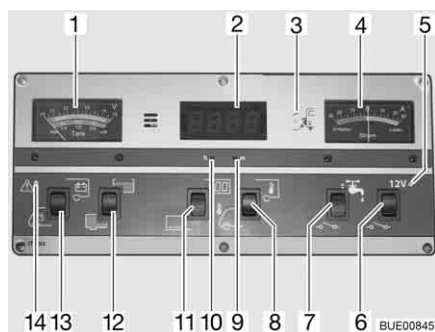

Fig. 162 Pannello di controllo IT 994
Per l'indicatore volt/serbatoio (Fig. 162,1) leggere la scala superiore. L'indicatore si illumina automaticamente appena viene premuto un interruttore.
- Premere l'interruttore a bilico (Fig. 162,13) in basso: Viene indicata la tensione della batteria di avviamento.
- Premere l'interruttore a bilico (Fig. 162,13) in alto: Viene indicata la tensione della batteria dell'abitacolo.
Per l'indicatore volt/serbatoio (Fig. 162,1) leggere la scala inferiore. L'indicatore si illumina automaticamente appena viene premuto un interruttore.
- Premere l'interruttore a bilico (Fig. 162,12) in alto: Viene indicato il livello del serbatoio dell'acqua.
- Premere l'interruttore a bilico (Fig. 162,12) in basso: Viene indicato il livello del serbatoio delle acque grigie.
La spia luminosa rossa ALARM (Fig. 162,14) inizia a lampeggiare non appena la tensione della batteria dell'abitacolo scende al di sotto di 11 V (misurazione durante il normale esercizio) con conseguente rischio che la batteria si scarichi troppo.
- Premere l'interruttore a bilico (Fig. 162,11) in alto: L'indicatore dell'orologio digitale si accende. L'indicatore per la temperatura è pronto al funzionamento.
- Premere l'interruttore a bilico (Fig. 162,11) in basso: L'indicatore dell'orologio digitale e l'indicatore di temperatura sono spenti.
- Premere con un oggetto sottile, p. es. con la punta di una matita, nell'apertura per l'indicazione delle ore (Fig. 162,10) finché non viene visualizzato il numero dell'ora desiderata.
- Premere con un oggetto sottile, p. es. con la punta di una matita, nell'apertura per l'indicazione dei minuti (Fig. 162,9) finché non viene visualizzato il numero dei minuti desiderato.
- Premere l'interruttore a bilico (Fig. 162,8) in alto: Viene indicata la temperatura interna.
- Premere l'interruttore a bilico (Fig. 162,8) in basso: Viene indicata la temperatura esterna.
Sullo strumento indicatore di corrente (Fig. 162,4) appare in permanenza la corrente attualmente erogata dalla batteria. L'indicatore si illumina automaticamente appena viene premuto un interruttore.
L'interruttore principale a 12 V (Fig. 162,6) inserisce o disinserisce il pannello di controllo e l'alimentazione a 12 V dell'abitacolo.
Accensione: ■ Premere l'interruttore a bilico (Fig. 162,6) in alto: L'alimentazione a 12 V dell'abitacolo è inserita. La spia di controllo (Fig. 162,5) diventa verde.
Spegnimento: ■ Premere l'interruttore a bilico (Fig. 162,6) in basso: L'alimentazione a 12 V dell'abitacolo è disinserita. La spia di controllo (Fig. 162,5) si spegne.
La spia di controllo a 12 V (Fig. 162,5) si accende non appena l'interruttore principale a 12 V (Fig. 162,6) viene inserito.
La spia gialla di controllo a 230 V (Fig. 162,3) si accende quando all'ingresso della centralina elettrica è presente una tensione di rete.
Accensione: ■ Premere l'interruttore a bilico (Fig. 162,7) in alto: L'alimentazione idrica è accesa.
Spegnimento: ■ Premere l'interruttore a bilico (Fig. 162,7) in basso: L'alimentazione idrica è spenta.